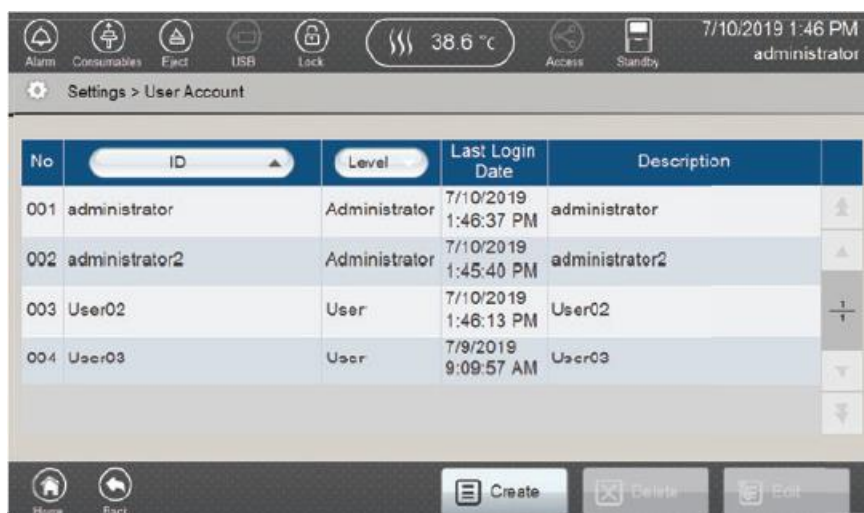

図 165 User Account 画面
1. Settings 画面（図 158）から **User Account** を選択して、User Account 画面（図 165）を開いてください。
1. Settings 画面 (図 158) の User Account を選択し、User Account 画面 (図 165) を開いてください。
1. Settings 画面（図 158）の **User Account** を選択し、User Account 画面（図 165）を開きます。